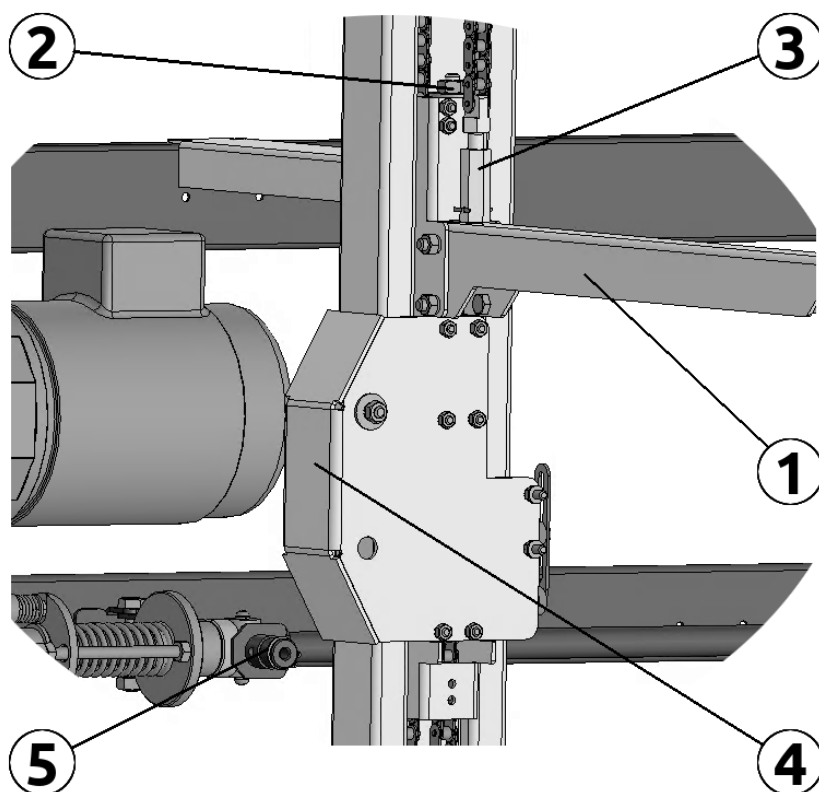

Рисунок 5.10
На концах тяговых цепей установлены шпильки (рис. 5.10), которыми цепи соединяются с кронштейном (1), удерживающим поперечный конвейер. Вращением гаек на шпильках нижней ветви (2) и верхней ветви (3) цепи достигается оптимальное натяжение тяговых цепей и выравнивается положение конвейера по горизонтальной линии.